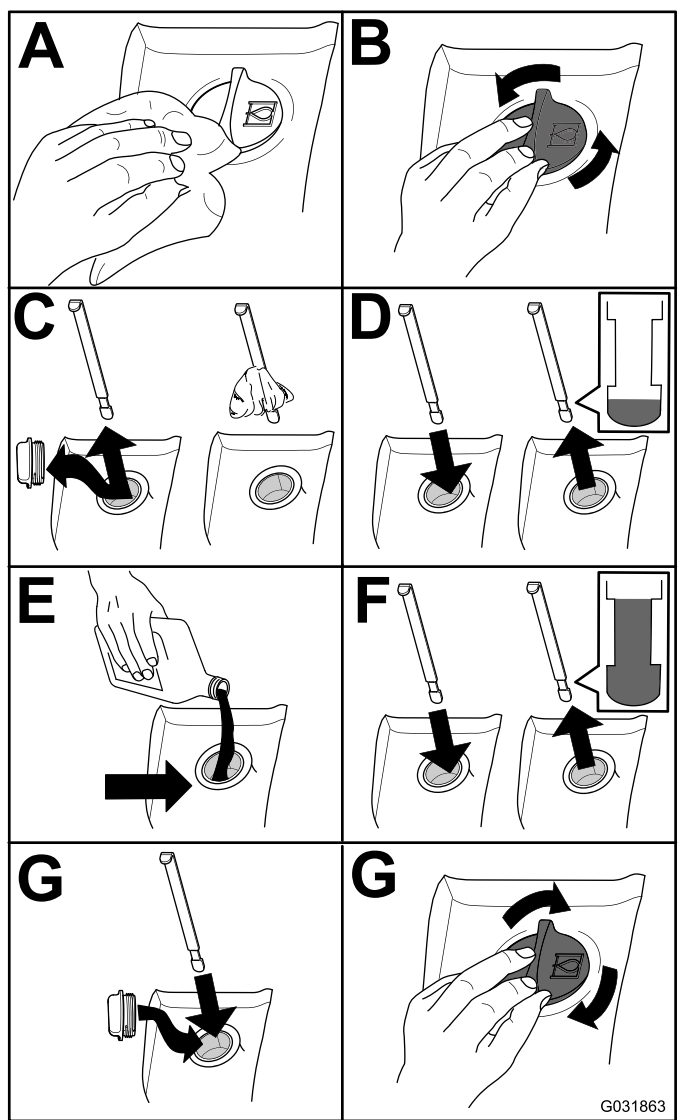

Bild 115
2. Prüfen Sie den Stand des Hydrauliköls (Bild 115).